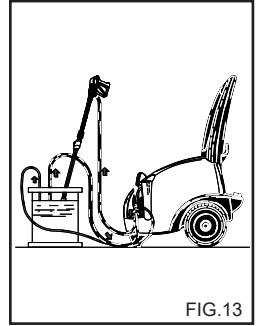

FIG. 13
**OPERACIONES PARA EL USO DEL ANTIHIELO (Fig. 13)**